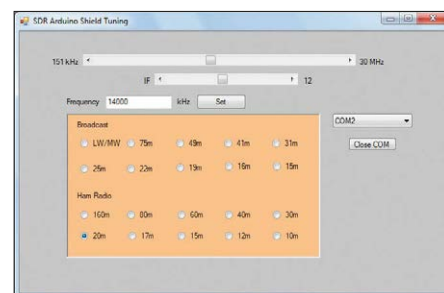

Figure 10. Syntonisation sur 14 MHz.
Pour la conduite, on utilise les mêmes outils qu'avec le *shield* SDR précédent (**fig. 10**). La différence, dans le nouveau micrologiciel, est qu'on ne donne plus la fréquence de réception, mais bien celle du VCO, pour autant que la fréquence intermédiaire (IF) reste à 12 kHz. D'un clic sur la bande des 20 m, la fréquence